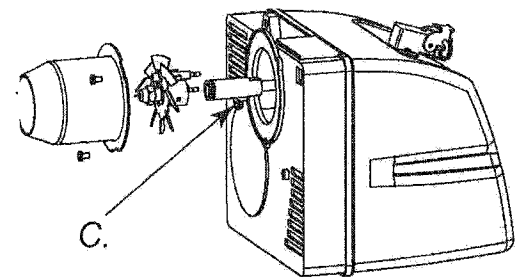

Рисунок 13 – Комплект диск-электроды.
- Выкрутить винт (C на Рис. 13) соединяющий диск с огневыми электродами и вынуть рукоятку насадки (Рис. 13).